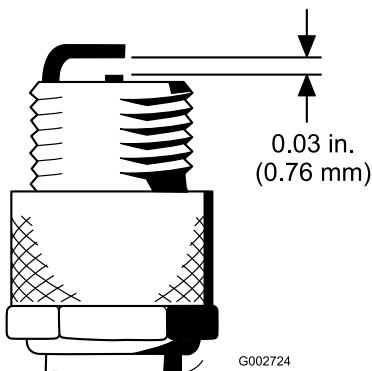

Figura 44
4. Ajuste el hueco entre los electrodos central y lateral a 0,76 mm (Figura 44).